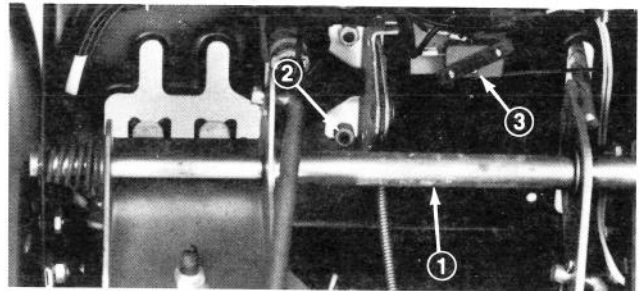

Figure 3
2. Par derrière, glissez le levier de commande des gaz devant la tige du pivot et dans la fente du tableau de commande. Ensuite, fixez la plaque de commande des gaz à l'aide des deux vis sems à tête hexagonale avec écrous de blocage (Fig. 3).